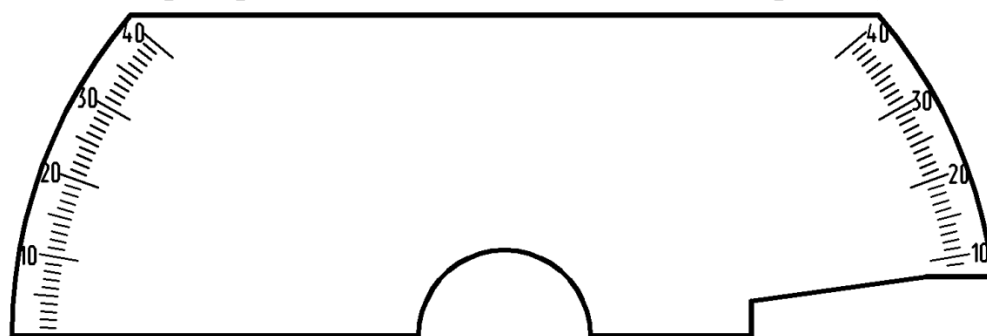

Рис.69. Сектор 24-Ф-74784.001
1. Сектор 24-Ф-74784.001 (рис.69).